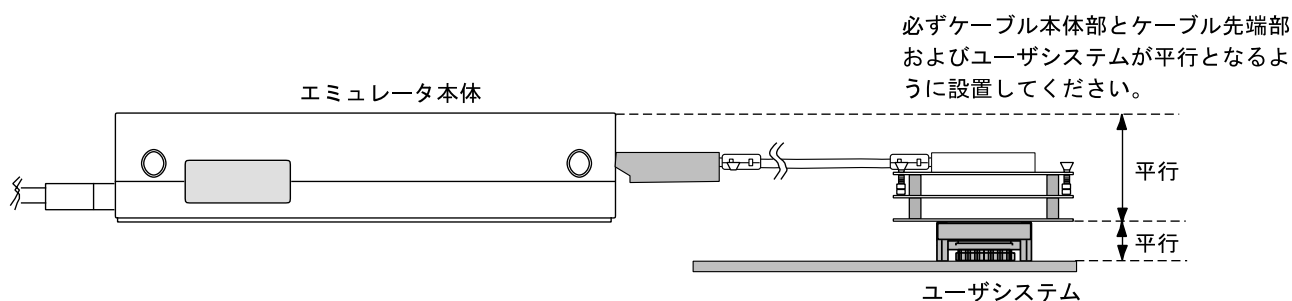

図12 設置例
- (1) ユーザシステムへの接続時には1ピン位置に十分注意して、誤接続は絶対にしないでください。
- (2) 本ユーザシステムインタフェースケーブルを使用する場合の推奨マウントパッド寸法は、MCU 実装用マウントパッド寸法とは異なりますので注意してください。
- (3) 本ユーザシステムインタフェースケーブルは、HS2214EPI62H エミュレータ専用ですので、他のエミュレータ本体には使用しないでください。
- (4) ケーブル本体部が断線する可能性がありますので、本ユーザシステムインタフェースケーブルの上に重いものや金属等の角の尖ったものを置かないでください。
- (5) ユーザシステムに接続した状態では、ユーザシステムインタフェースケーブル、特にケーブル先端部に無理な力が加わらないように注意する必要があります。図12の設置例を参照してご使用ください。